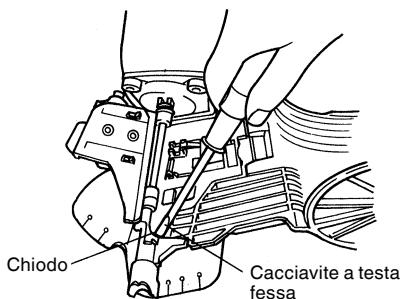

Fig. 19
- (2) Rimovete il chiodo inceppato con un cacciavite. (Vedi Fig. 19)